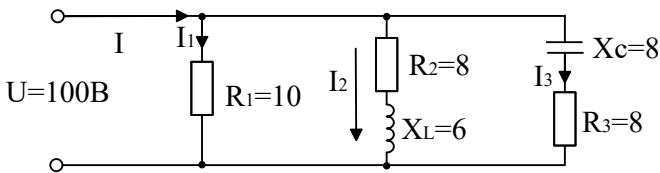

Рис.3.13
4.10. Напряжение, активное, емкостное и индуктивное сопротивление в омах указаны на схеме, приведенной на рис.3.13. Определить общий ток и коэффициент мощности цепи.